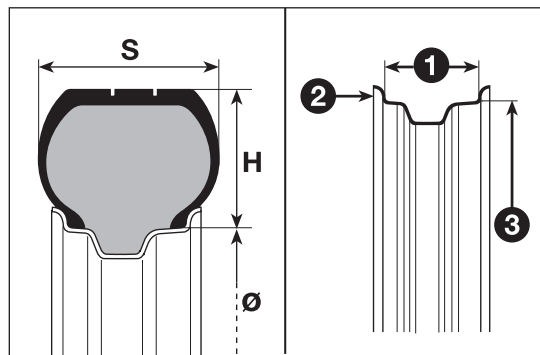

fig. 151
Esempio fig. 151: 185/55 R 15 82T
H fino a 210 km/h**V** fino a 240 km/h**Indice di velocità massima per pneumatici da neve****QM + S** fino a 160 km/h**TM + S** fino a 190 km/h**HM + S** fino a 210 km/h**Indice di carico (portata)****70** = 335 kg**81** = 462 kg**71** = 345 kg**82** = 475 kg**72** = 355 kg**83** = 487 kg**73** = 365 kg**84** = 500 kg**74** = 375 kg**85** = 515 kg**75** = 387 kg**86** = 530 kg**76** = 400 kg**87** = 545 kg**77** = 412 kg**88** = 560 kg**78** = 425 kg**89** = 580 kg**79** = 437 kg**90** = 600 kg**80** = 450 kg**91** = 615 kg**LETTURA CORRETTA DEL CERCHIO****Esempio fig. 151: 6 J x 15 H2****6** larghezza del cerchio in pollici (1).**J** profilo della balconata (risalto laterale dove appoggia il tallone del pneumatico) (2).**15** diametro di calettamento in pollici (corrisponde a quello del pneumatico che deve essere montato) (3 = Ø).**H2** forma e numero degli "hump" (rilievo circonferenziale, che trattiene in sede il tallone del pneumatico Tubeless sul cerchio).